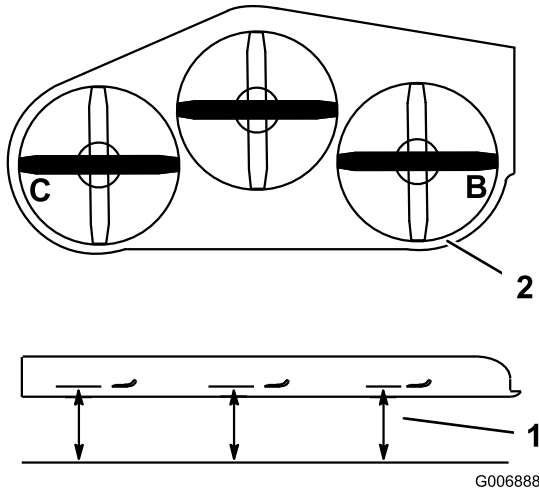

Figura 76
1. Coloque la cuchilla **derecha** en posición lateral (Figura 76).
2. Mida la cuchilla derecha en la posición **B** desde una superficie nivelada hasta el filo de corte del extremo de la cuchilla (Figura 76).
4. Coloque la cuchilla izquierda en posición lateral (Figura 76).
5. Mida la cuchilla izquierda en la posición **C** (Figura 76) desde una superficie nivelada hasta el filo de corte del extremo de la cuchilla.